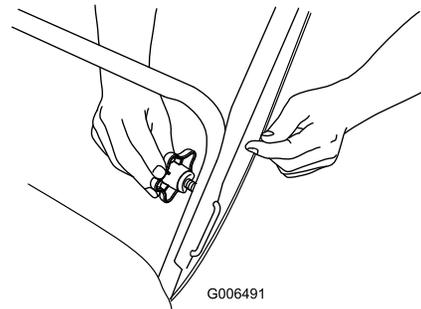

Bild 5
2. Setzen Sie das Ende der U-förmigen Griffsperrre in das offene Loch im Griff ein und ziehen Sie die Griffhandräder fest, bis sie fest sitzen (Bild 5).